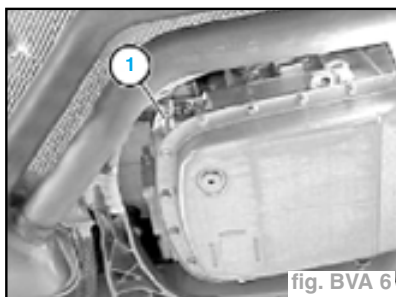

fig. BVA 6
- Déverrouiller le connecteur (1), le débrancher et déclipser le câble de la boîte (fig. BVA 6).